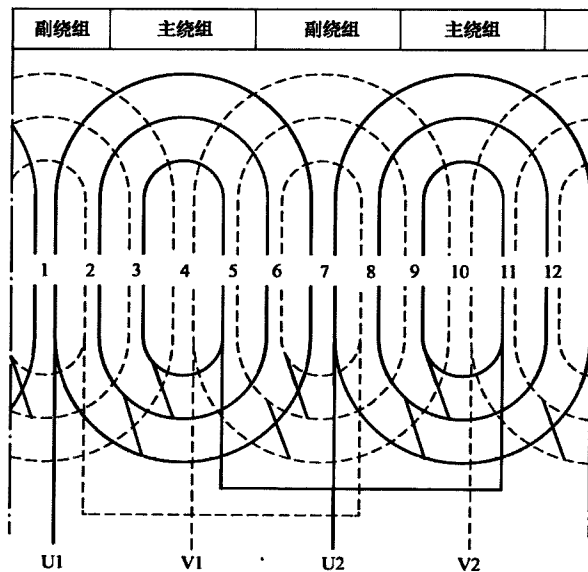

图 4-1 单相 2 极 12 槽正弦绕组 1 路接法展开图
1. 单相 2 极 12 槽正弦绕组 1 路接法展开图 (见图 4-1)